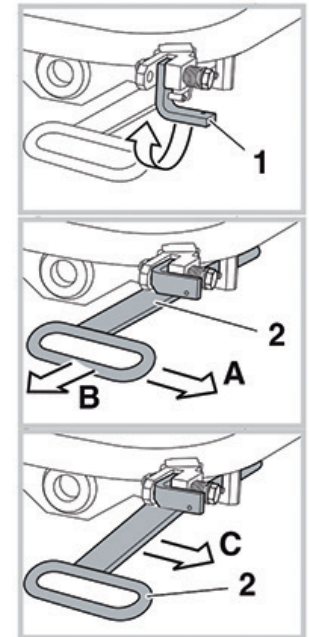

fig. 5
- Sollevare la levetta di sicurezza 1 (fig.5).
- Spostare la leva a mano 2 in avanti in posizione A (sganciare il blocco). Estrarre a strappo la leva a mano 2 fino a fine corsa in posizione B (fig.5).
- Spostare in avanti in posizione C la leva a mano 2 estratta e agganciarla al bordo del piatto ralla (fig.5).
- Lift safety lever 1 (fig.5).
- Move hand lever 2 forwards into position A (unhook the block). Fully pull hand lever 2 up to position B (fig.5).
- Push pulled-out hand lever 2 forwards into position C and hook it onto the edge of the fifth wheel plate (fig.5).